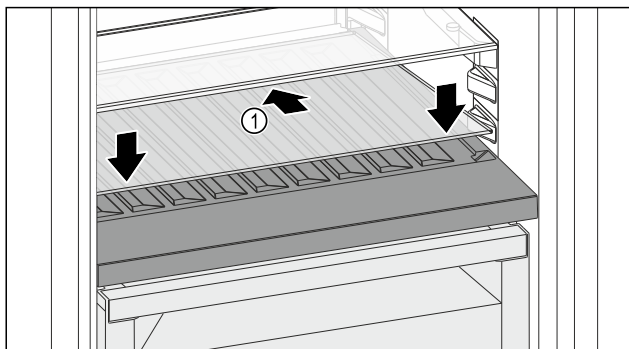

Fig. 207
- ▶ Skleněnou desku Fig. 207 (1) zasuňte šikmo a skloněnou dozadu dolů.
- ▶ Skleněnou desku Fig. 207 (1) vpředu spusťte dolů.